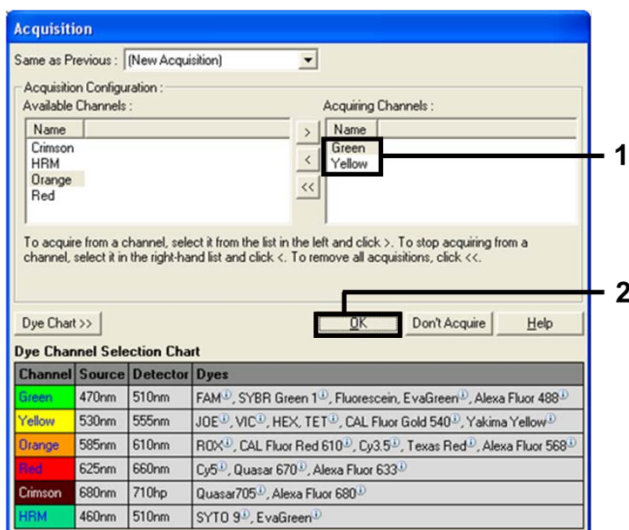

Figura 8. Adquirindo na etapa de ciclagem a 60 °C.
10. Defina os canais verde e amarelo como os canais de aquisição selecionando > para transferi-los da lista Available Channels (Canais disponíveis). Clique em OK (Figura 8).